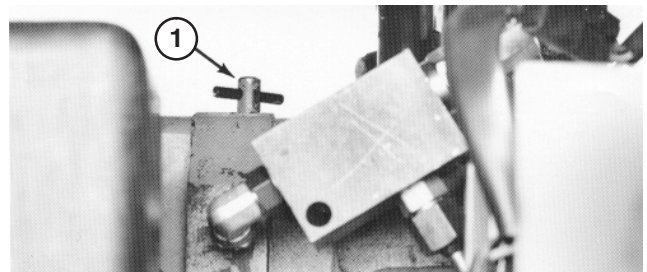

**Figure 15**
- Baissez l'arceau de sécurité sur le bâti dans l'alignement des trous de montage, comme illustré par la Figure 15.
- Fixez l'arceau de sécurité au bâti avec 4 boulons (3/4 x 5-1/2"), rondelles-freins et écrous (Fig. 15). Serrez-les solidement.